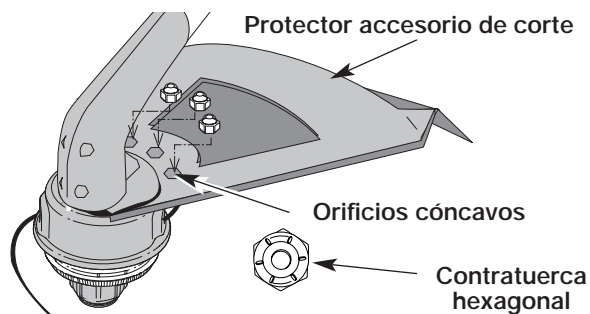

Fig. 4
2. Coloque una contratuera hexagonal en uno de los tres orificios cóncavos de la parte superior del protector accesorio de corte (Fig. 4).